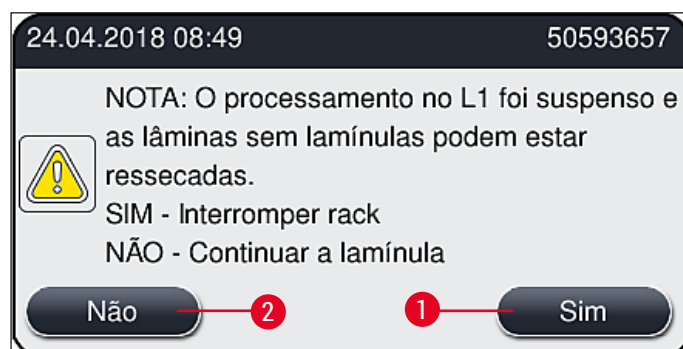

Fig. 112
9. O software do aparelho realiza uma verificação do nível de preenchimento. O usuário recebe uma mensagem de informações quando a verificação é concluída (→ Fig. 112).